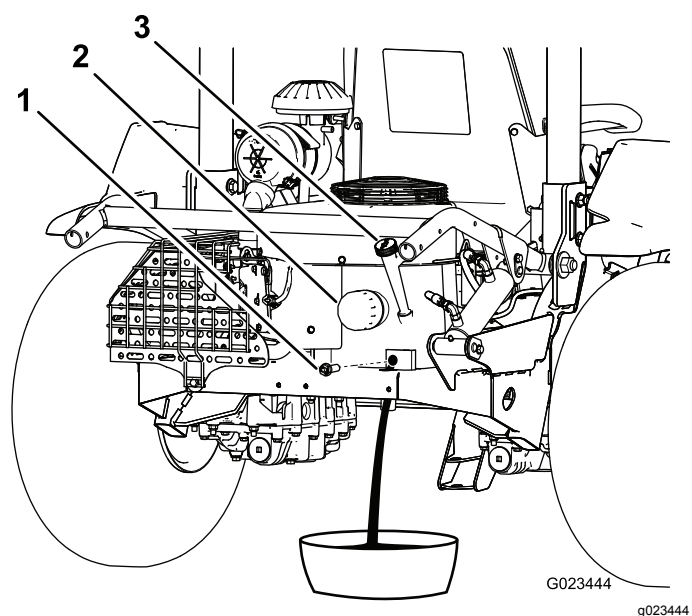

図 39
- ドレンプラグ (図 39) を外してオイルを適当な容器に受ける。オイルが抜けたらドレンプラグを取り付ける。